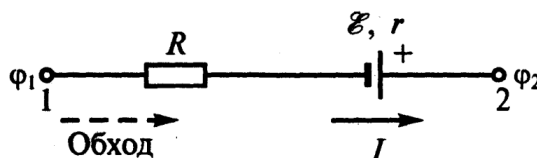

Рис. 5.2.
Участок цепи, содержащий ЭДС, называется неоднородным (см. рис. 5.2).
Знак в соотношении (2) перед \mathcal{E} определяют следующим образом. Вначале произвольно выбирается положительное направление тока, например, указанное на рис. 5.2. Если при обходе участка (здесь от точки 1 к точке 2) в том же направлении мы проходим «внутри» источника от отрицательного к положительному полюсу, то ЭДС считается *положительной*. В противном случае ЭДС считается *отрицательной*.
Например, для неоднородного участка, показанного на рис. 5.2, направление тока выбрано от точки 1 к точке 2 (то есть от φ_1 к φ_2). Тогда: